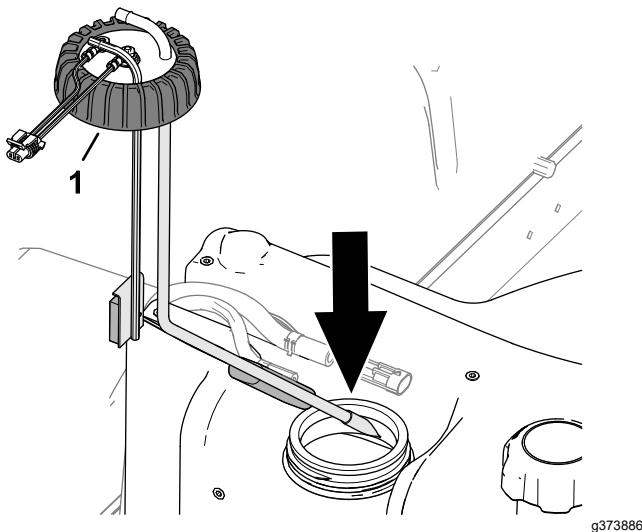

Bild 123
2. Setzen Sie das Kraftstoffaufnahmerohr und den Schwimmer vorsichtig in den Kraftstofftank (Bild 123).